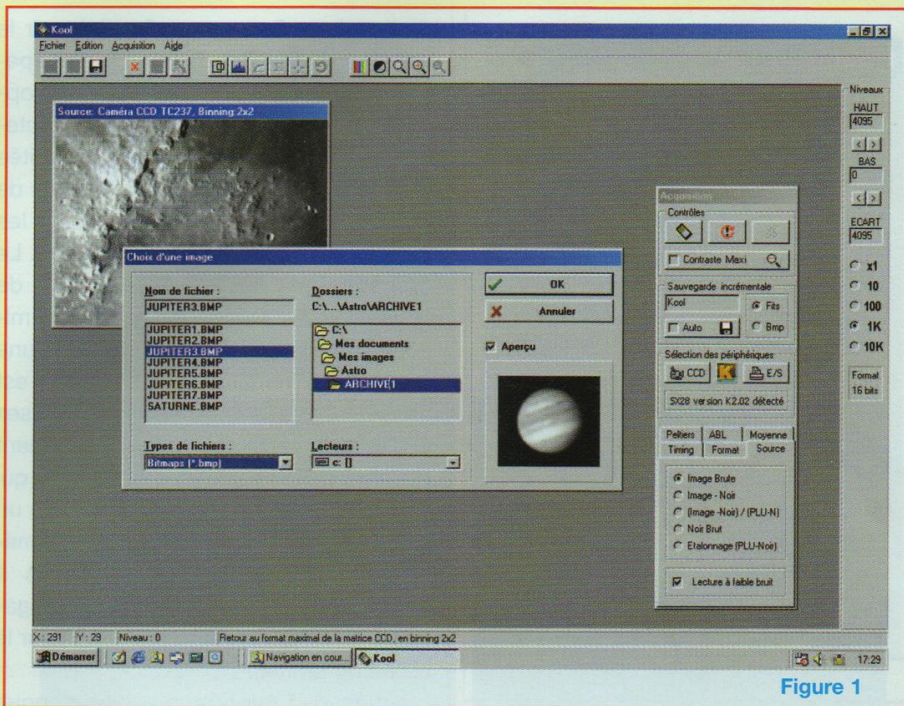

Figure 1
L'illustration présentée en **figure 1** correspond à l'interface utilisateur du logiciel. On retrouve, en haut, une barre de menus et une barre d'outils, comme sur la plupart des programmes destinés à Windows. En ce qui concerne la barre d'outils composée d'icônes, elle est segmentée en groupes de commandes, avec, dans l'ordre :
Depuis la première version du logiciel, le tableau de bord a sensiblement évolué, comme vous pourrez le constater sur la **figure 1**. Il permet d'accéder à de nombreuses fonctions directement liées à l'acquisition d'une image, et sa surface est divisée en quatre zones. La fenêtre supérieure, dénommée « contrôles », permet de déclencher une prise d'image par la caméra et de la transférer vers l'ordinateur. La suivante permet de paramétrer la sauvegarde des images qui peut être automatique ou manuelle.
• L'ONGLET « SOURCES » (figure 1)